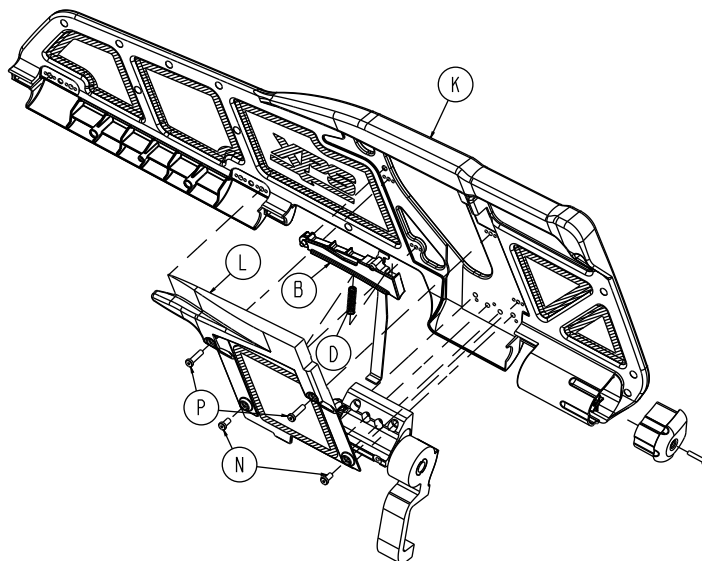

Figure 50 – Composants de l'ensemble poignée de déverrouillage /poignée à ressort (XPS)
5. À l'aide d'une clé à 6 pans de 3/32 po, retirer les quatre vis d'assemblage à six pans creux (N et P) qui fixent le couvercle de déverrouillage (L) à l'ensemble de surmoulage (K) (Figure 50). Retirer et conserver le couvercle de déverrouillage. Conserver les vis.
6. À l'aide d'un petit tournevis à fente, soulever le ressort de la poignée (D). Retirer et conserver le ressort.
7. Saisir la poignée (B) et soulever le côté à ressort de la poignée pour la retirer du couvercle. Mettre l'ensemble poignée de côté.
6. À l'aide d'un petit tournevis à fente, soulever le ressort de la poignée (D). Retirer et mettre de côté le ressort.